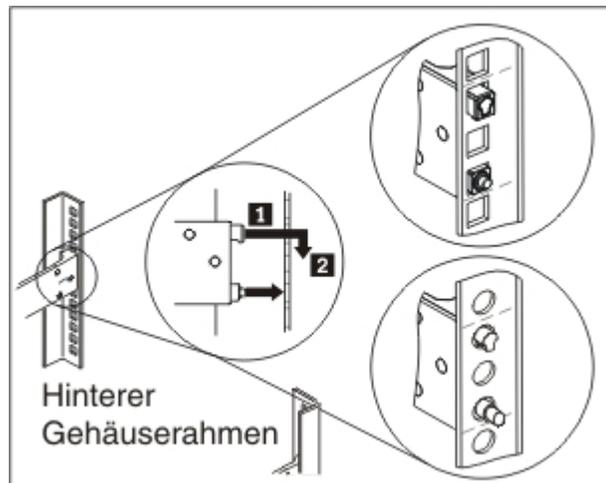

Abbildung 7. Hinteres Ende der Schienen montieren
2. Setzen Sie das hintere Ende der Schienen wie in Abb. 7 auf Seite 19 gezeigt ein: